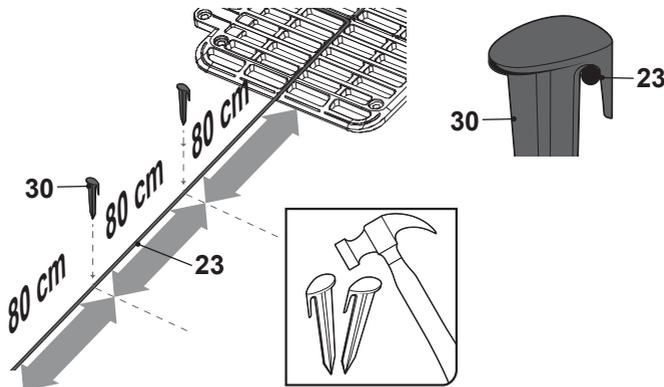

Fig. 16
- Lors de la fixation du câble périphérique (23) avec les piquets, veillez à ce que le câble ne soit ni entortillé ni endommagé, et qu'il soit maintenu aussi tendu et aussi bas que possible. L'espace entre le premier/dernier piquet et le bord du socle doit être de 80 cm. En fonction de la planéité du sol, la distance normale entre les piquets (30) est de 80 cm, mais cette distance doit être réduite pour prendre en compte un terrain inégal ou tortueux (Fig. 16).